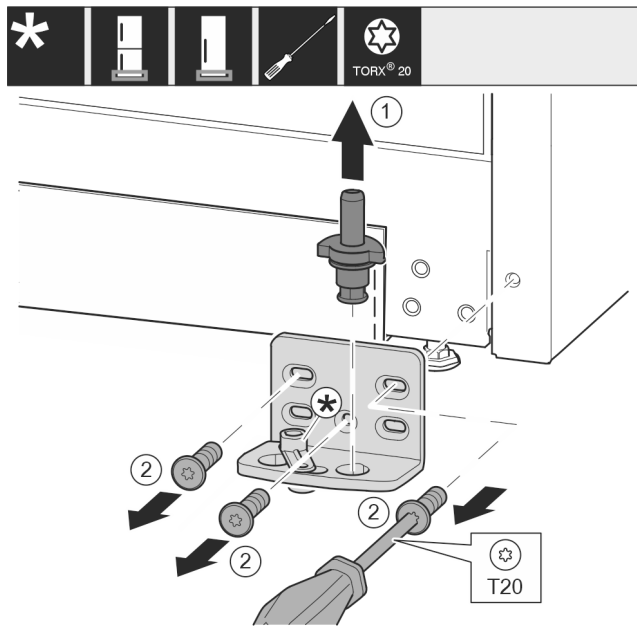

Fig. 17 *
- ▶ Ložiskový čep Fig. 17 (1) celý vytáhněte nahoru.*
- ▶ Šroubovákem vyšroubujte šrouby Fig. 17 (2) a sejměte stojan ložiska.*